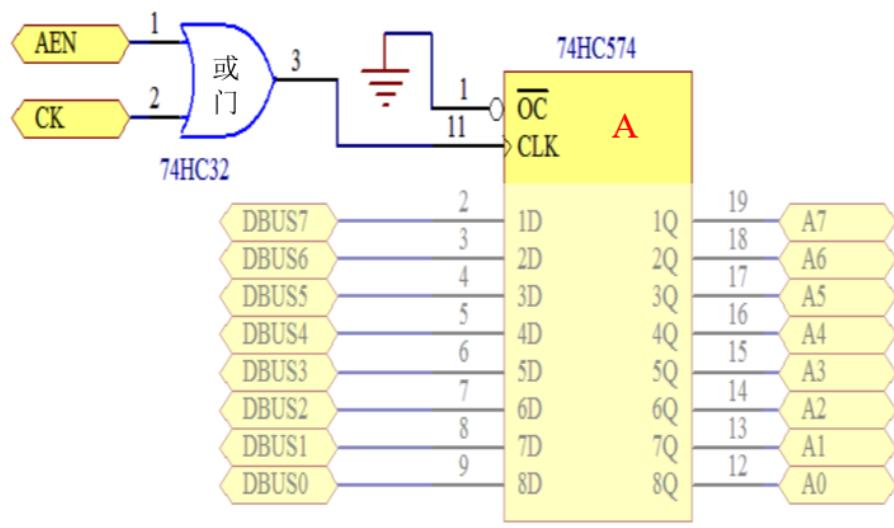

图 3. 寄存器 A 的构成
4、寄存器 A、W 的构成如下图 3、4 所示，显然 AEN 与 CK 端接 0 (低电平) 时，才可以进行寄存器 A 的数据输入与读取；同理，WEN 与 CK 端接 0 (低电平) 时，可以进行寄存器 W 的数据输入与读取。